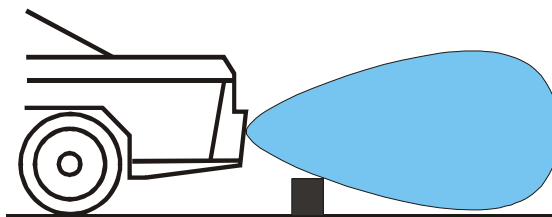

Рис. 10
7.2 Минимальное расстояние обнаружения бордюра (и других низко расположенных объектов), т.н. ширина «вертикальной мертвой зоны», зависит от высоты и угла установки датчиков (см. рис. 10). Например при высоте установки датчиков 60 см, минимальное расстояние обнаружения бордюра высотой 20 см будет около 70 см, а при высоте датчиков 40 см и угле наклона 7° минимальное расстояние обнаружения такого бордюра будет